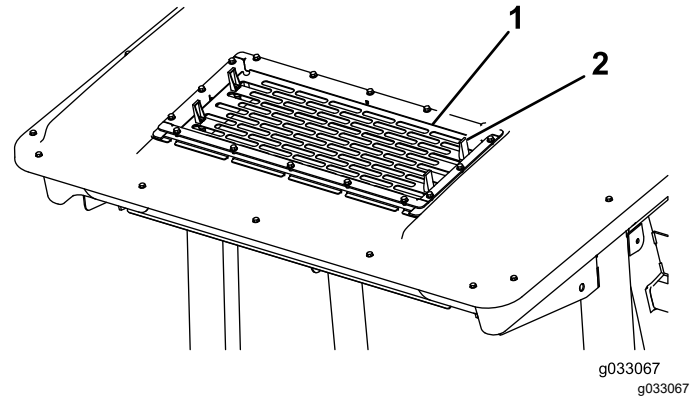

图 56
2. 提起空调滤网 图 56上的 4 个凸耳然后将滤网从驾驶室顶部取出。